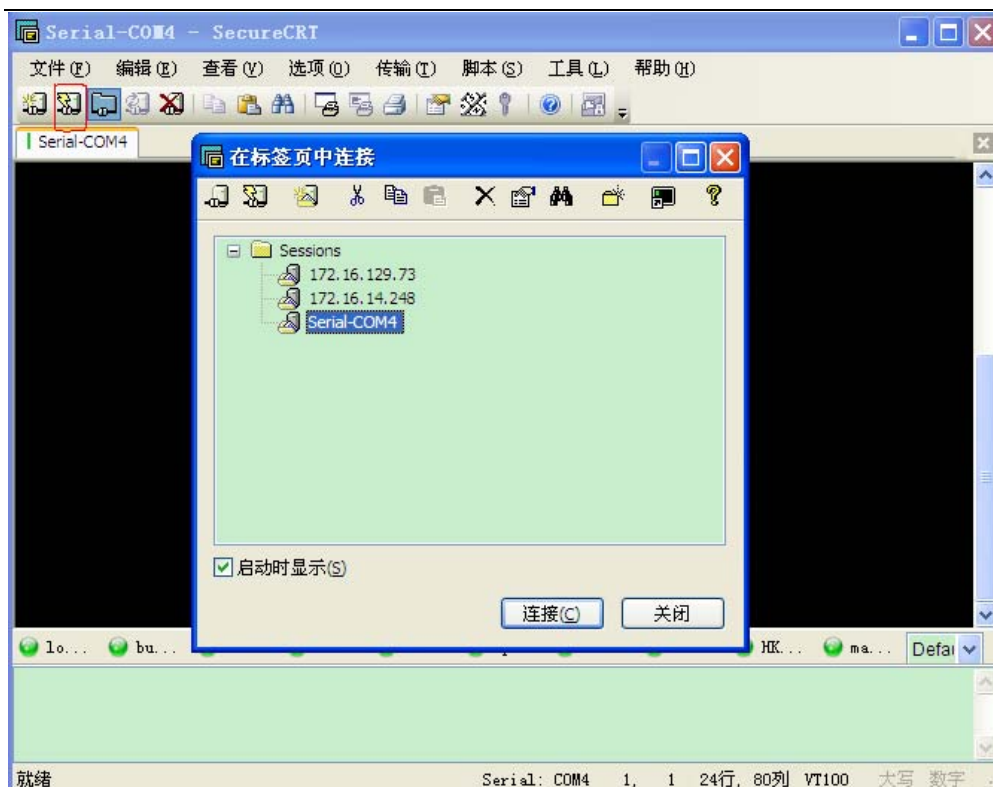
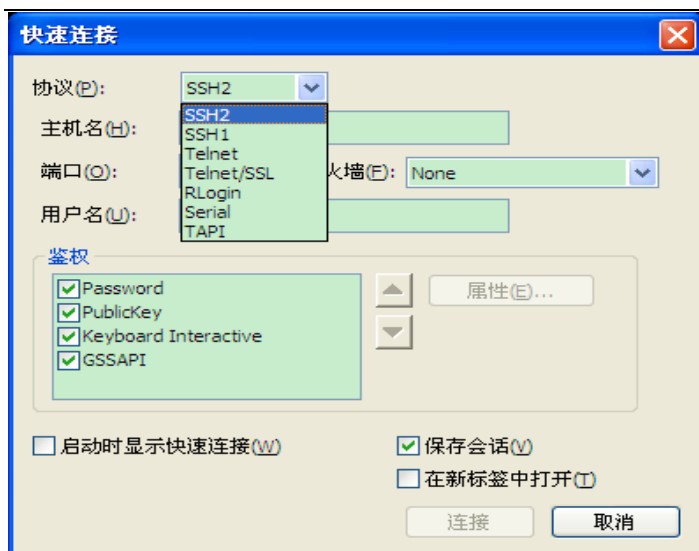
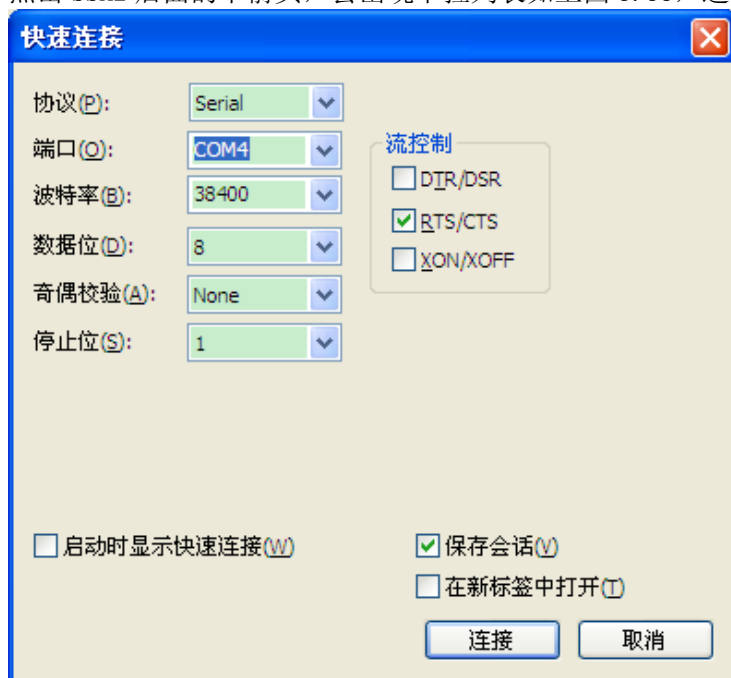

图 3.33
图 3.35
图 3.36
(2) 然后, 双击 SecureCRT 图标, 打开 SecureCRT, 如下图 3.33。
如果没有使用过 SecureCRT 烧写程序, 图 3.33 中的 Serial-COM4 是不存在的, 这时就需要自己新建一个, 点击图 3.33 中用红色圈起来的按钮, 弹出下图 3.35。
点击 SSH2 后面的下箭头，会出现下拉列表如上图 3.35，选择 Serial 单击一下后如下图 3.36。
这里配置一次后以后再打开就不用重新配置了，直接在图 3.33 中将焦点选在 Serial COM4(蓝色背景所在条目)，然后点击连接就可以了。